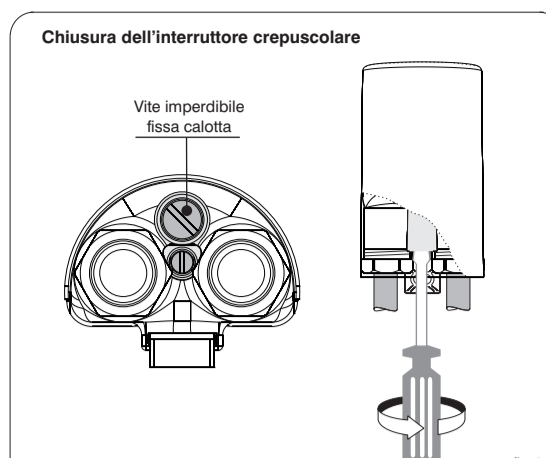

fig. 6
- Fissare la calotta serrando la vite imperdibile posta nella parte inferiore della base, serrare la vite sino a quando la calotta preme sulla guarnizione garantendo la chiusura ermetica (fig. 6).